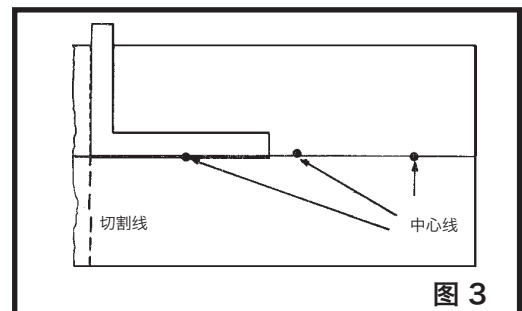

图 3
- B. 重复该步骤四次，使用卷尺沿着输送带每隔 12" 确定相应点的位置。（参见图 3）。
- C. 对于边缘磨损的典型输送带，标记的中心点可能不呈一条直线。使用直尺，在距离这些点的中心线尽可能近的位置画一条线。这便是平均中心线。（参见图 3）。
- D. 画一条垂直于平均中心线的线（参见图 3）。沿着这条线切割时，可确保垂直切割输送带。